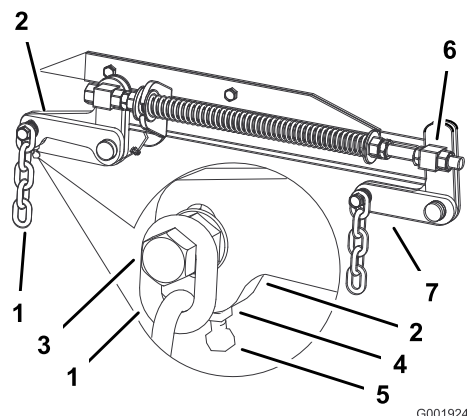

Figura 61
7. Si las medidas realizadas en las posiciones **B** o **C** no son correctas, afloje el perno que fija la cadena trasera al brazo de soporte trasero (Figura 61).
8. Afloje la contratuerca situada debajo del brazo de soporte trasero y ajuste el perno de ajuste hasta obtener una medida de 79 a 82 mm (Figura 61).
7. Afloje las contratuercas de pivote delantero, en la parte delantera de los pivotes derecho e izquierdo, aproximadamente 13 mm (Figura 61).
8. Ajuste las tuercas de elevación en el lado izquierdo y derecho de la máquina hasta obtener una distancia de 6 a 10 mm menos en la parte delantera en **A** que en la parte trasera, en **B** (Figura 61).